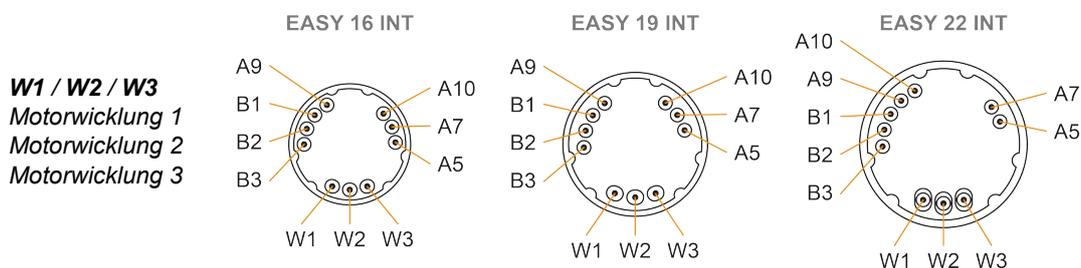

Abbildung 17 ENX 16 | 19 | 22 EASY INT Absolute COMM – Anschlusspins
- *Absolutencoder, Hall-Sensoren und Motor mit Pins* (→Abbildung 17)